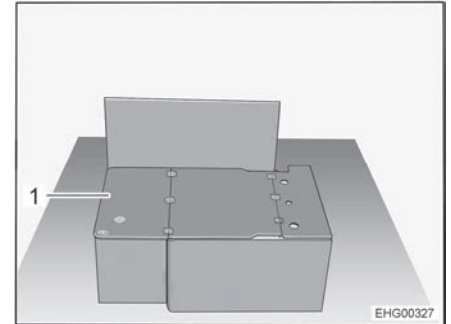

Bild 23 Längsgående sittbänk utan dynor
- Fäll upp brädan (Bild 23,1) 180° och placera på sittbänkslocket.